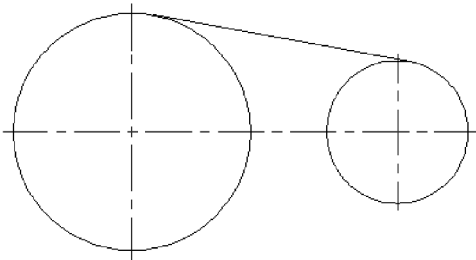

图 3-16 绘制外公切线
1) 单击【绘图】工具栏中的【直线】按钮或在命令行执行“LINE”/简写形式“L”命令，绘制外公切线，选择第一点为左边圆上端右侧一点，下一点为右边圆上端一点，结果如图 3-16 所示。